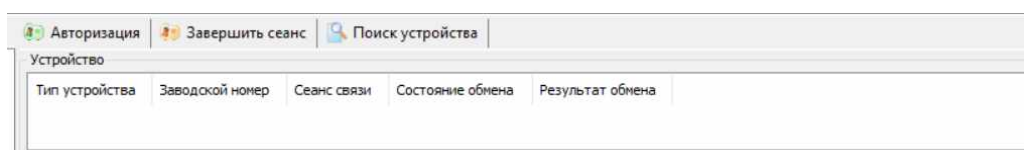

Рисунок 7.5 – Состояние окна «Авторизация»
3.6 Авторизируйтесь в устройстве (нажмите «Авторизация», рис. 7.5).